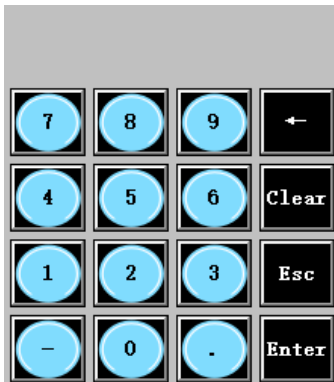

图 2.3-9 添加字符码和功能码
- ⑥ 重复步骤 2～步骤 5，依次添加字符码：“1”、“2”、“3”、“4”、“5”、“6”、“7”、“8”、“9”、“-”、“.”，以及添加功能码：“Backspace”、“Clear”、“Esc”、“Enter”。调整构件位置和大小，如图 2.3-9 所示：